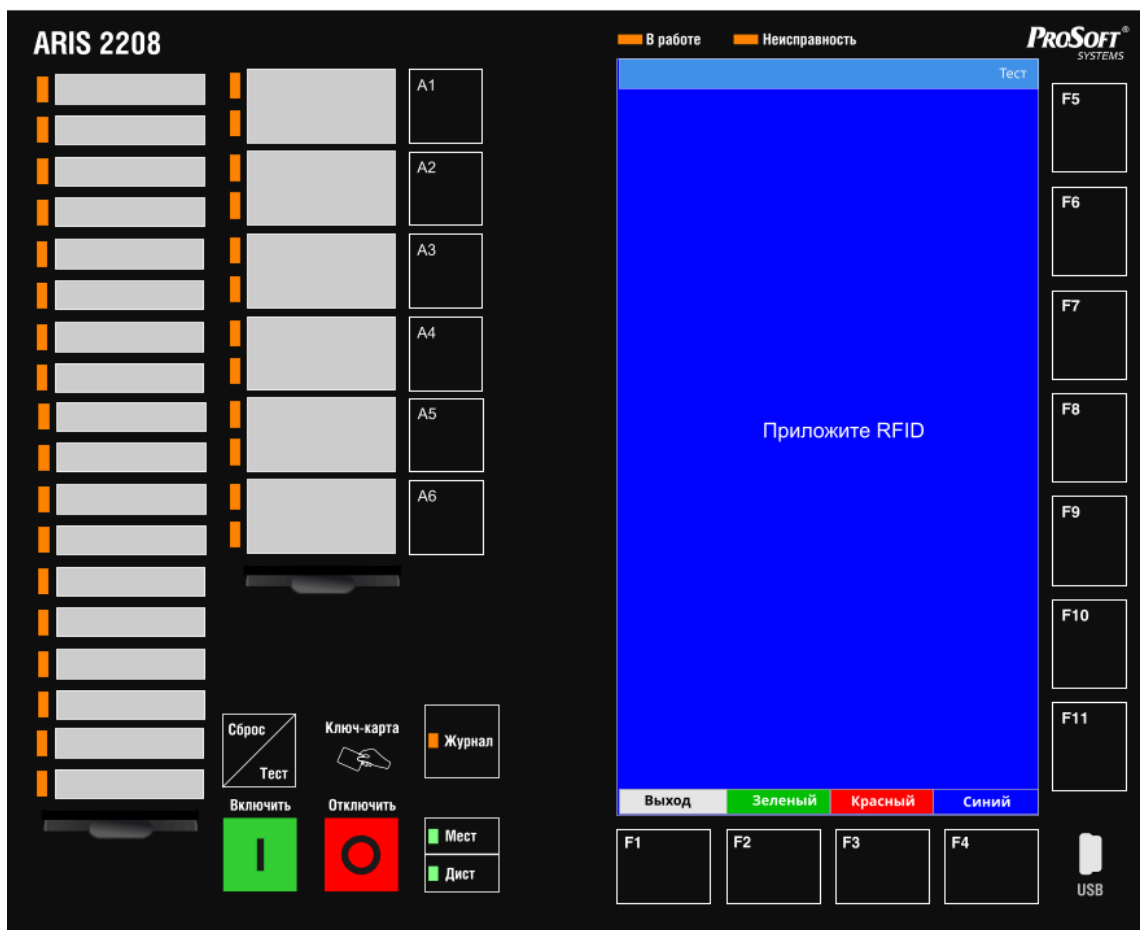

Рисунок 63 – Режим «Тест»
- НМІ предлагает «приложить RFID» (рисунок 63).